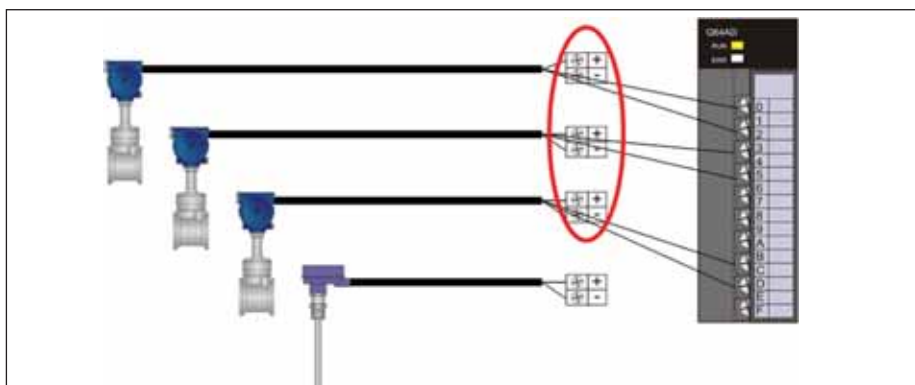

Рис. 5. Подключение датчиков к блокам питания
- приборов к блокам питания и искрозащиты (рис. 5);